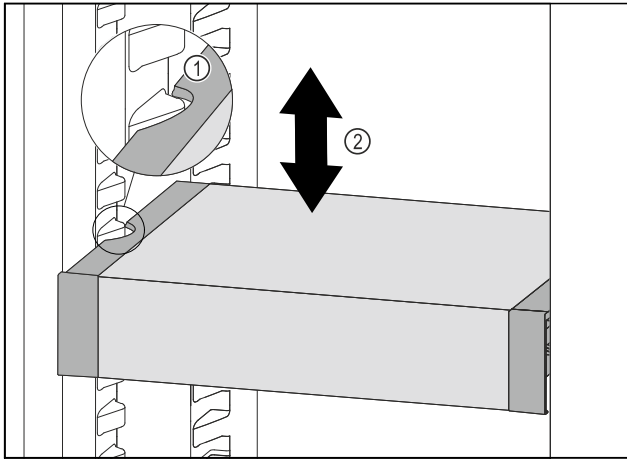

Fig. 89
- Tirer le VarioSafe vers l'avant jusqu'à ce que les encoches latérales du VarioSafe soient à la hauteur de la nervure du bac dans la partie réfrigérateur. Fig. 89 (1)
- Déplacer le VarioSafe vers le haut ou vers le bas dans la partie réfrigérateur jusqu'à ce que la hauteur souhaitée soit atteinte. Fig. 89 (2)